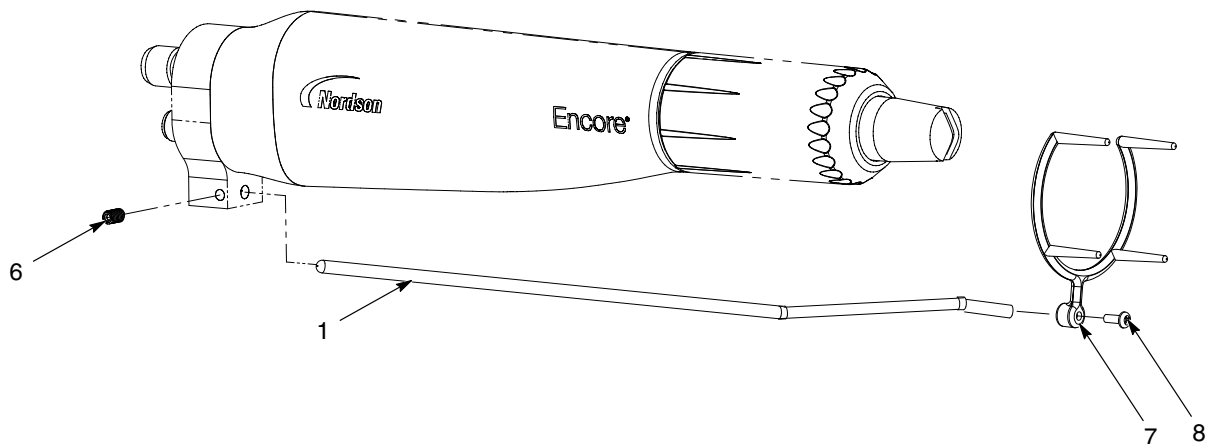

Figura 6 Installazione del collettore di ioni - pistola con montaggio su barra
1. Vedi figura 6. Inserire l'asta del collettore (1) nella piastra di messa a terra e fissarla con la vite di arresto M5 x 8 (6) in dotazione nel kit collettore di ioni.
2. Applicare la punta multipunto (7) all'asta del collettore con la vite M3 x 8 (8).